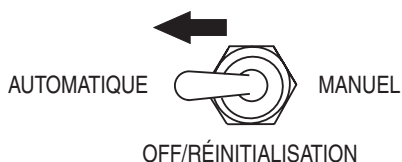

Figure 37. Commutateur de commande MPEC (AUTO)
1. Placez le **commutateur de commande MPEC** (Figure 37) dans la position **AUTO** (automatique).